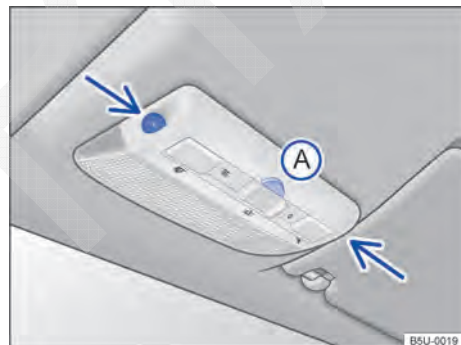
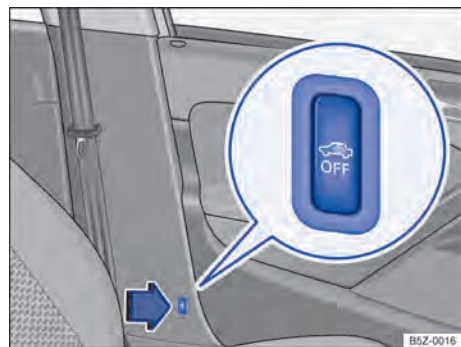

Fig. 25 No console do teto: sensores de monitoramento do interior do veículo e tecla (A) para desligar o monitoramento do interior do veículo.
Fig. 26 Ao lado do banco do condutor: botão para desligar o monitoramento do interior do veículo.
O monitoramento do interior do veículo dispara o alarme com o veículo travado, se reconhecer movimentos no interior do veículo. O sensor e o receptor estão localizados no conjunto da lanterna de leitura → Fig. 25 (setas).
- Pressionar a tecla → Fig. 25 (A) ou → Fig. 26  por 2 segundos. No painel de instrumentos a luz de controle  se acende.